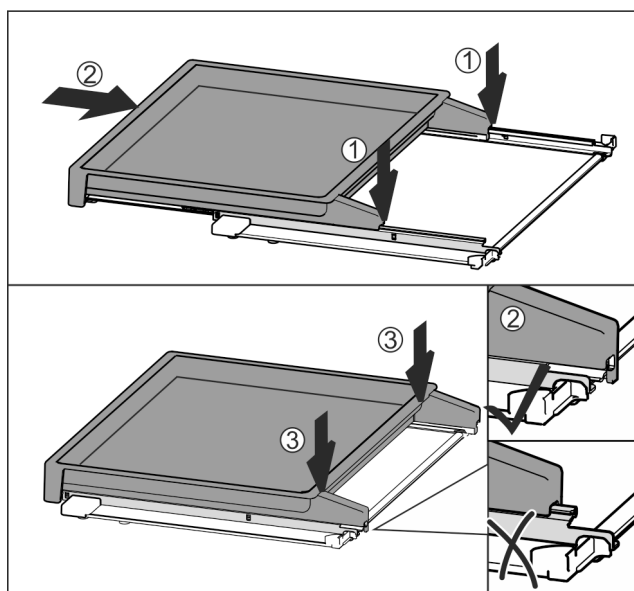

Fig. 115
- Mittig auf Schienen aufsetzen Fig. 115 (1).
- Auszugsbord vollständig einschieben Fig. 115 (2).
- An hinterer Seite drücken bis es hörbar einrastet Fig. 115 (3).